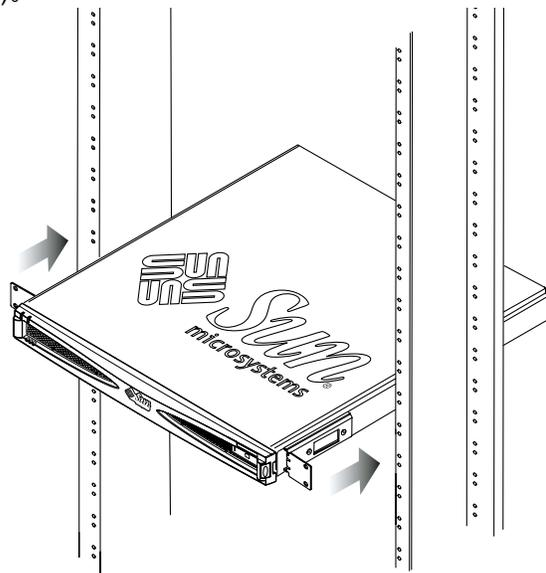
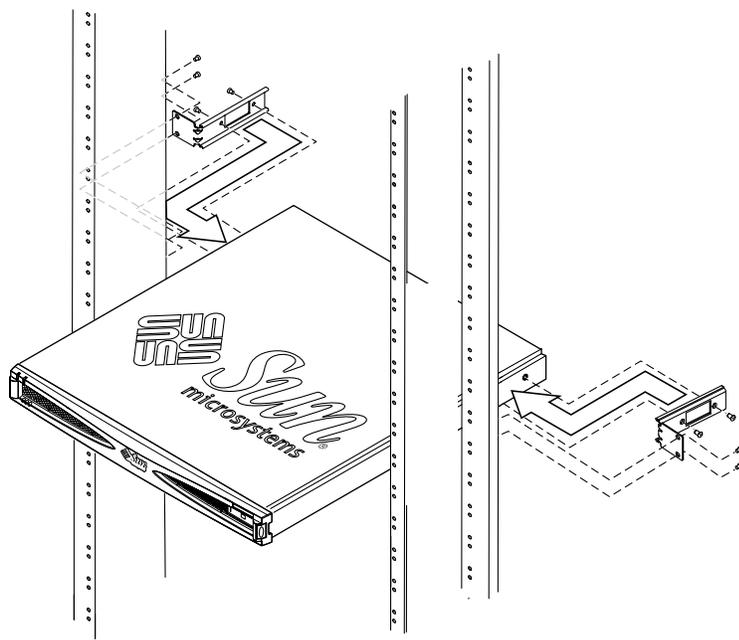

図 3-11 正面側に留め具を取り付けた場合の 2 ポストリレーラックへの搭載
図 3-12 背面側に留め具を取り付けた場合の 2 ポストリレーラックへの搭載
2. ストレージ格納装置をラックに正しく配置し、ねじを締めます (図 3-11 および図 3-12 を参照)。